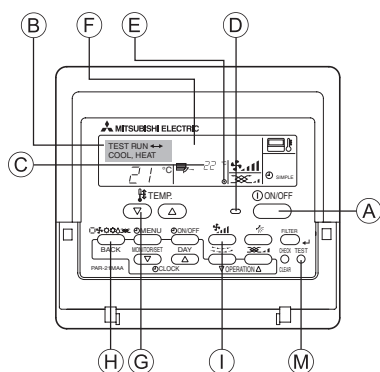

Рис. 7-1
7. Выполнение испытания (Рис. 7-1)